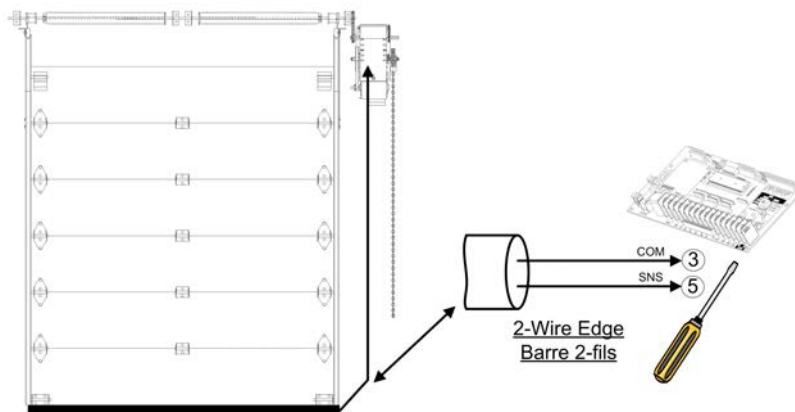

Figure 25 - Barre palpeuse électrique
3. Utiliser un ré-enrouleur de câble pour brancher les fils de la barre palpeuse aux terminaux de l'opérateur. Effectuer le branchement électrique tel qu'indiqué à la Figure 25.